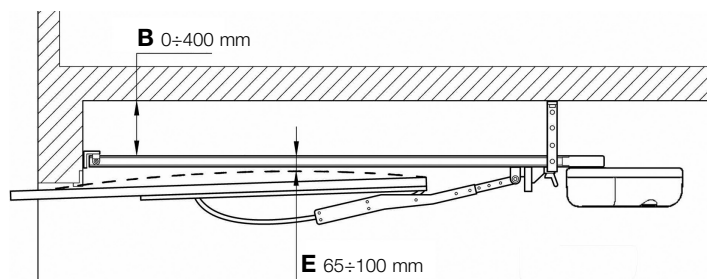

Figura 9
• Verificare che la quota [E] di figura 9, cioè la distanza minima tra il lato superiore della guida e il punto massimo raggiunto dal bordo superiore del portone abbia un valore minimo di 65mm e massimo di 100mm, altrimenti GD non può essere installato.